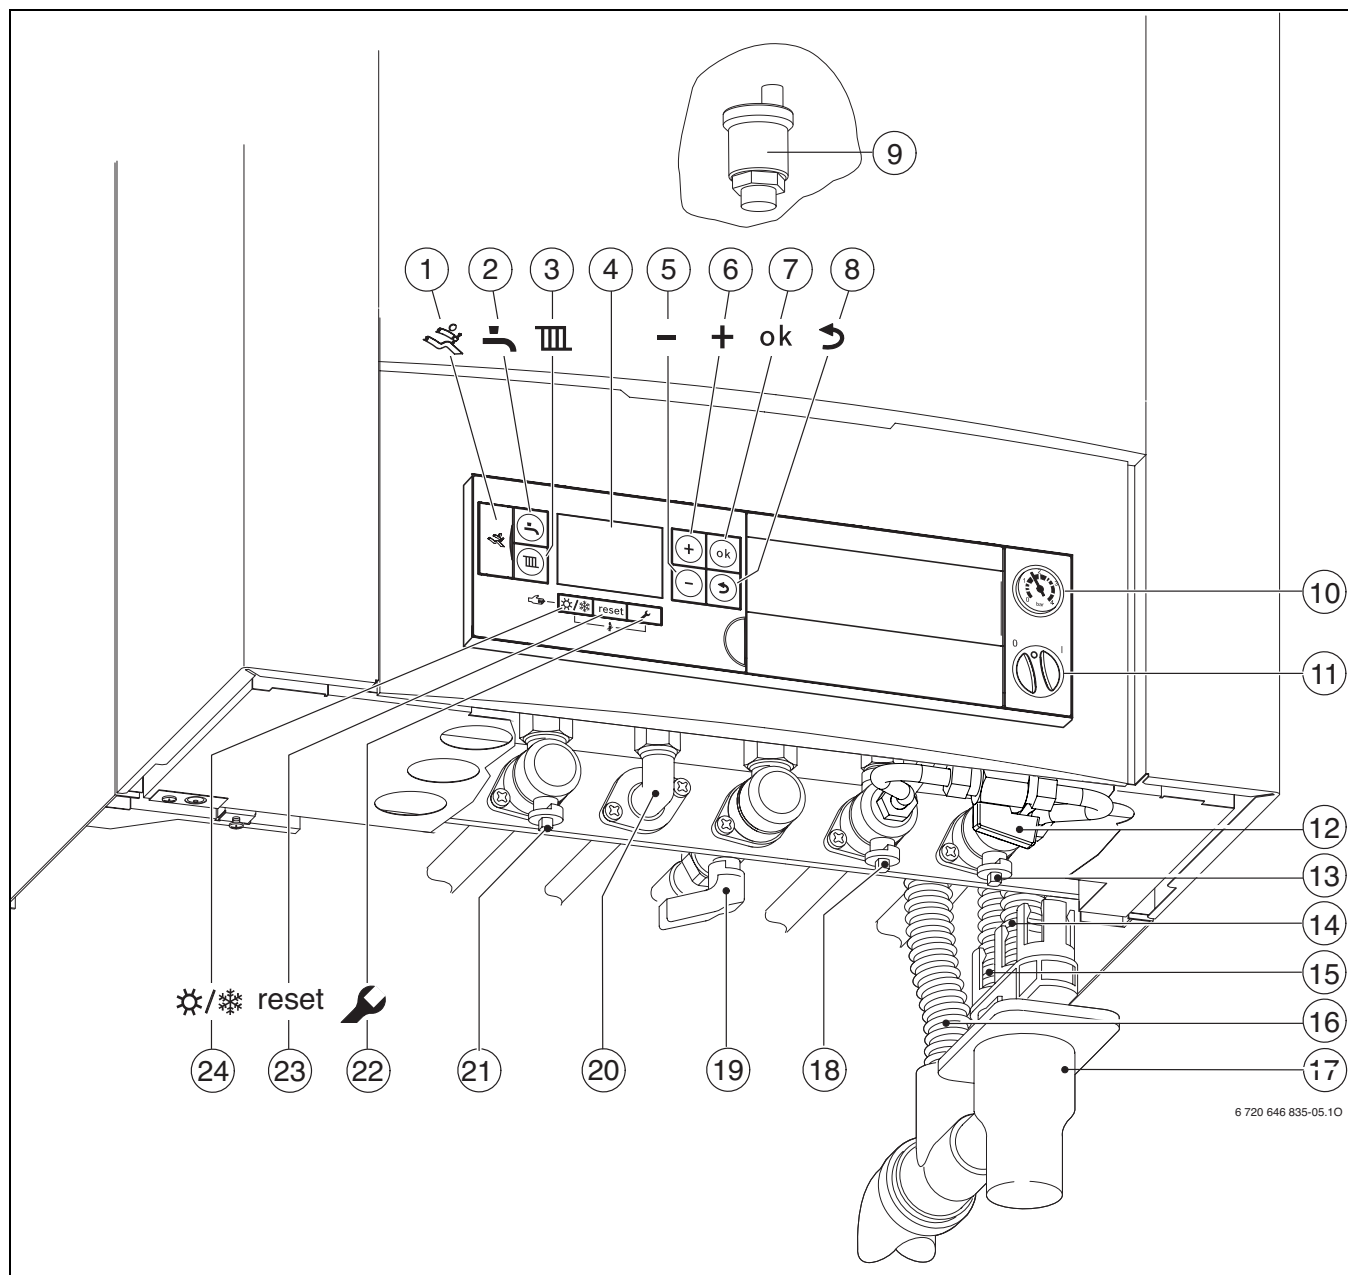

Fig. 21
- ▶ Aprire il rubinetto mandata riscaldamento e il rubinetto ritorno riscaldamento (→ fig. 21, [13] e [21], pag. 26).
- ▶ Aprire il rubinetto dell'acqua fredda (→ fig. 21, [18]).
- ▶ Aprire il rubinetto del gas (→ fig. 21, [19]).
- ▶ Aprire il disaeratore automatico (lasciare aperto) (→ fig. 21, [9], pag. 26).